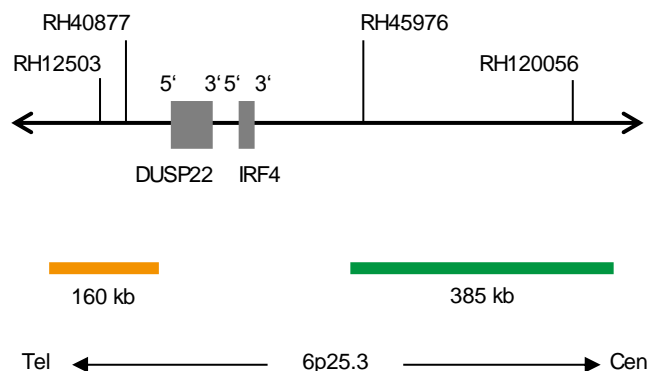

Fig. 1: SPEC IRF4,DUSP22 Mapa da sonda (sem escala)
- Polinucleótidos (~10 ng/μl) com marcação ZyGreen (excitação 503 nm/emissão 528 nm), dirigidos ao mapeamento de sequências alvo em 6p25.3* (chr6:557,233-940,968) proximais à região de quebra do IRF4,DUSP22 (ver Fig. 1).
- Polinucleótidos (~4.5 ng/μl) com marcação ZyOrange (excitação 547 nm/emissão 572 nm), dirigidos ao mapeamento de sequências alvo em 6p25.3* (chr6:114,722-273,908) distais à região de quebra do IRF4,DUSP22 (ver Fig. 1).